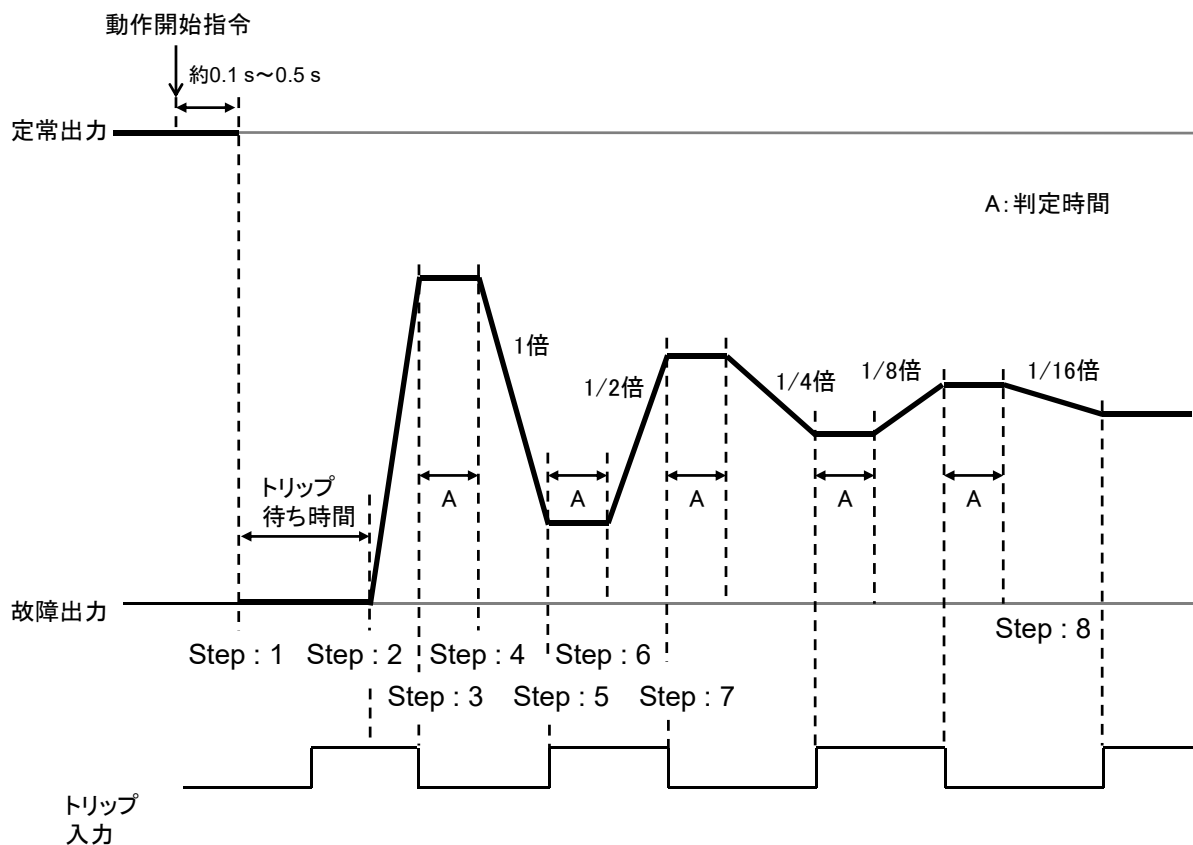

図 3-16 自動スweep試験シーケンスの例（出力急変：有効時）
出力急変：有効，スweep方向：定常⇒故障，スweep回数：3 回，出力カット：無効に設定したときの試験シーケンスを図 3-16 に示します。
- Step : 4 判別時間後にトリップ信号が解除されたままであれば故障方向へ、入力されていれば定常方向にスweepします。図 3-16 においてスweep回数が1回目のため1倍の速さです。